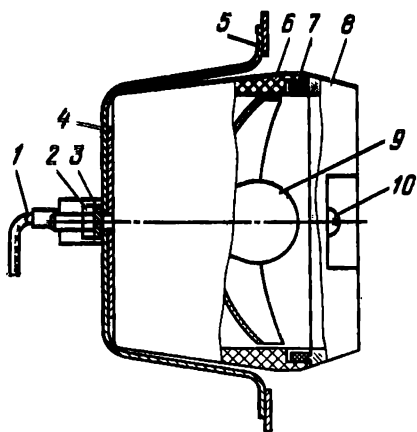

Рис. 195. Фонарь заднего хода:
**Фонарь заднего хода** предназначен для освещения дороги и сигнализации при движении автомобиля задним ходом. На автомобиле установлен фонарь типа ФП135 (рис. 195) с лампой А12-21-3. Фонарь включается при включении передачи заднего хода выключателем, установленным на коробке передач.